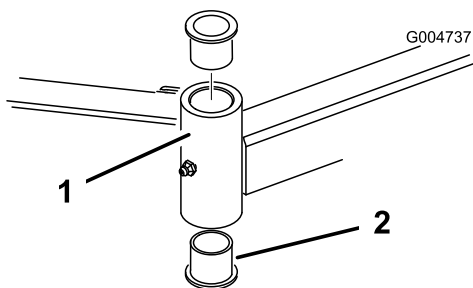

Figura 79
4. Introduza um punção para cavilhas na zona superior ou inferior do tubo de montagem e retire o casquilho para fora do tubo (Figura 79).